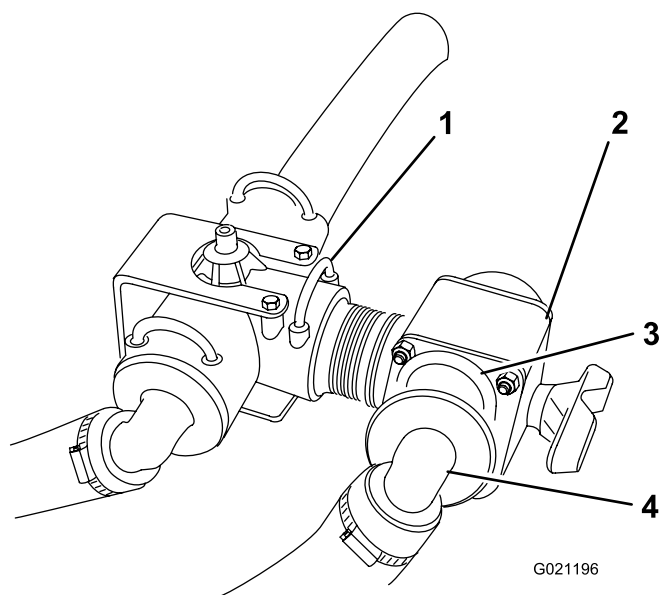

Figura 6
5. Collegate il flessibile della barra, scollegato al punto 1, nel punto di connessione libero sulla valvola di regolazione, e fissatelo con il fermo rimosso al punto 1 (Figura 6).